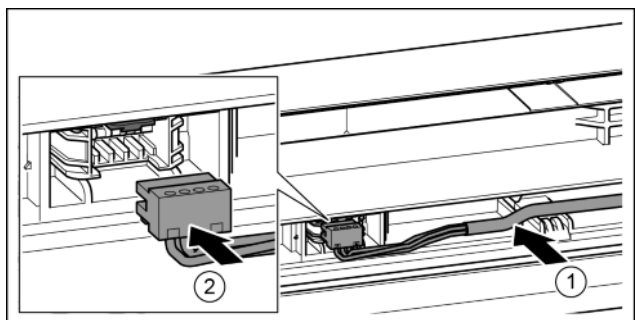

Fig. 34
- ▶ Graues Kabel in die Führung in der oberen Tür einlegen. Fig. 34 (1)
- ▶ Stecker einrasten. Fig. 34 (2)